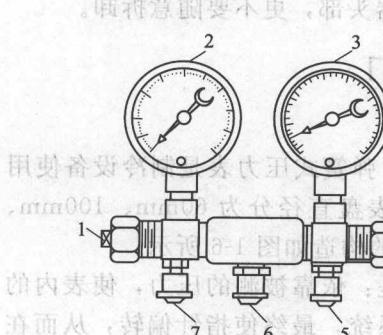

图 1-8 三通修理阀
(2) 三通修理阀 三通修理阀又称为专用组合阀，如图1-8所示。这种阀上部装有两块表，一块是真空表，用来监测抽真空时制冷系统内的真空间度；另一块是压力表，用来监测充注制冷剂时的蒸发压力。三个连接口分别与制冷剂钢瓶或定量充注器、压缩机、真空泵相接。如图1-8所示，阀4打开，阀1关闭，进行抽真空；阀1打开，阀4关闭，进行充注制冷剂。在维修操作中，使用这种阀门可以使抽真空和充注制冷剂同时在一只修理阀上完成，使用方便，操作快捷。
(3) 五通修理阀 在家用制冷设备维修中，常同时采用三种抽真空的方法进行抽空操作，以提高制冷系统的真空间度，使用二通或三通修理阀就显得非常不方便。目前在一些维修部门中，应用的是一种五通修理阀，它具有方便实用、功能齐全、操作简便的优点。